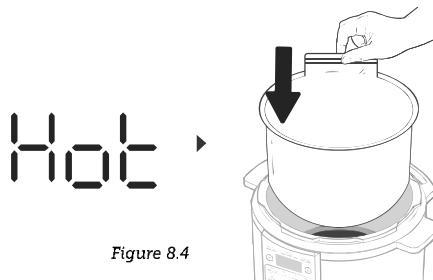

Figure 8.4
9. Lorsque l'écran affiche « **HOT** » (chaud), retirez le couvercle et plongez délicatement les aliments dans la cuve interne. **[Figure 8.4]**